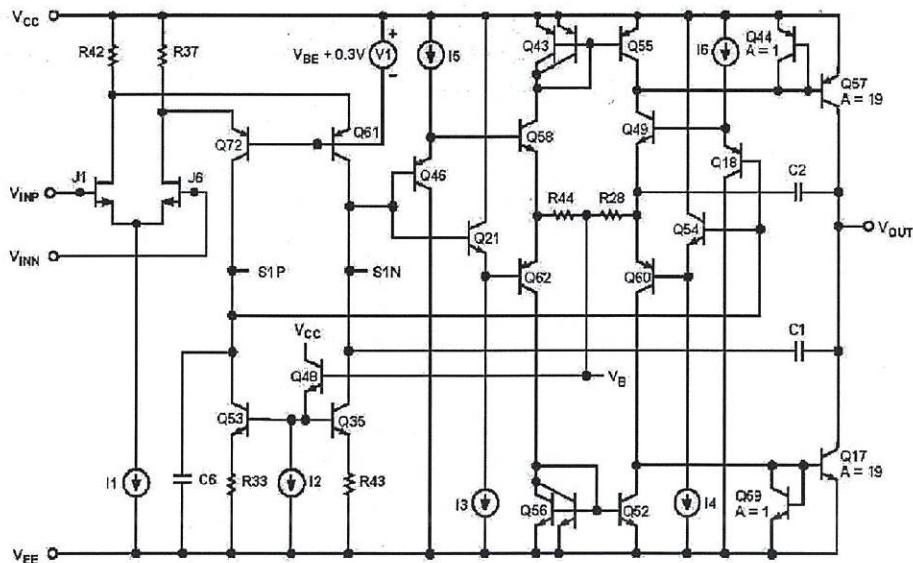

図35. 簡略回路図
AD823は、600 MHz～800 MHzの領域で同じ f_T をもつpnpおよびnpnトランジスタの構成を可能にする、アナログ・デバイセズ社独自のコンプリメンタリ・パイポーラ (CB) プロセスで製造されています。また、AD823の入力段に使用されるNチャネルJFET機能も備えています。これらのプロセス機能は、pA単位入力電流の高周波かつ低歪みのオペアンプの構成を可能にします。この設計は、差動出力の入力段により、帯域幅および余裕度を最大にします (図35参照)。S1P、S1N出力で要求される信号振幅をより小さくして、接合容量による非リニア電流の影響を低減し、歪み性能を改善しています。この設計では、5 V単電源で $V_{OUT} = 4\text{ V}_{p-p}$ 、20 kHz時に600 Ω に対し-91 dBよりよい高調波歪みを達成しています。出力段のコンプリメンタリ・コモン・エミッタ接地設計は、エミッタ・フォロワを必要としないで最良の負荷駆動を行なうので従来のオペアンプよりも出力範囲が大幅に改善されました。AD823は電源電圧の0.6 V以内で20 mAを駆動することができます。AD823は、また高速オペアンプで抜群の高精度を保ちます。アナログ・デバイセズ社の薄膜調整技術に